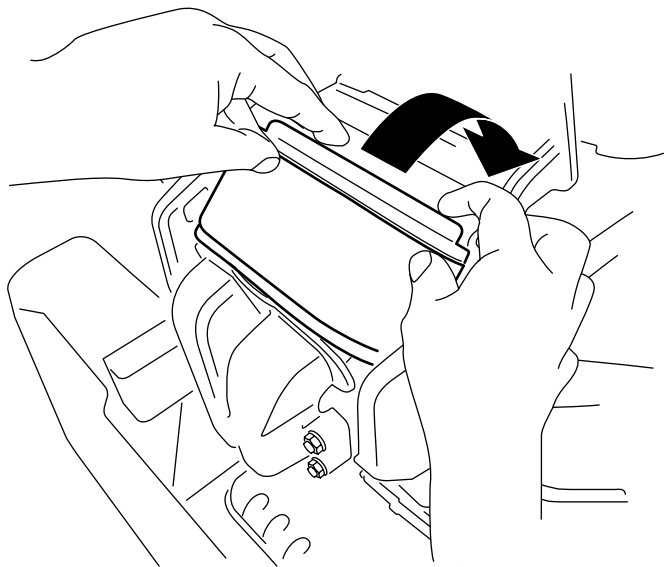

Figura 40
3. Rotii filtrul în jos, în cameră, apoi aezai-l complet pe colector (Figura 40).